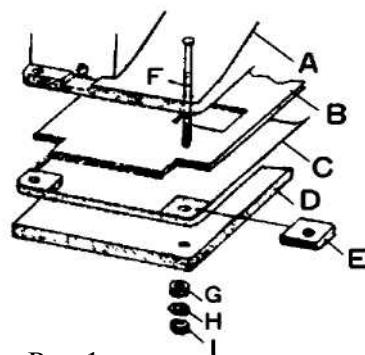

Рис. 1
1. Положите прокладки «A», «B», «C», «D», «E» на стол в указанной на рис. 1 последовательности. Вставьте четыре болта с шестигранными головками малой головкой «F» в отверстия. По окончании установки шайб «G» и «H» вставьте шестигранную гайку «I», затяните четыре гайки, расположенные по диагонали, и зафиксируйте голову машины на столе (рис. 1).